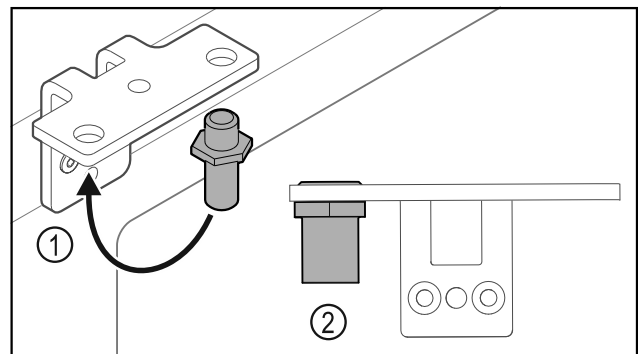

Fig. 35
- ▶ Spostare il perno Fig. 35 (1) nella cerniera angolare.
- ▶ Serrare il perno Fig. 35 (2) con una **coppia di 12 Nm**.